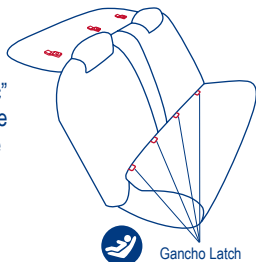

Fig. 44-2
4. Ubique los anclajes **LATCH** en el asiento del vehículo. (Fig. 44-2) Una vez ubicados, abraque los conectores **LATCH** del Asiento de Seguridad sobre la varilla de acero. Espere a escuchar el "clic" y verifique que ambos conectores estén firmemente sujetos a las varillas de anclaje hacia afuera, sobre los conectores. (Fig. 45-2)